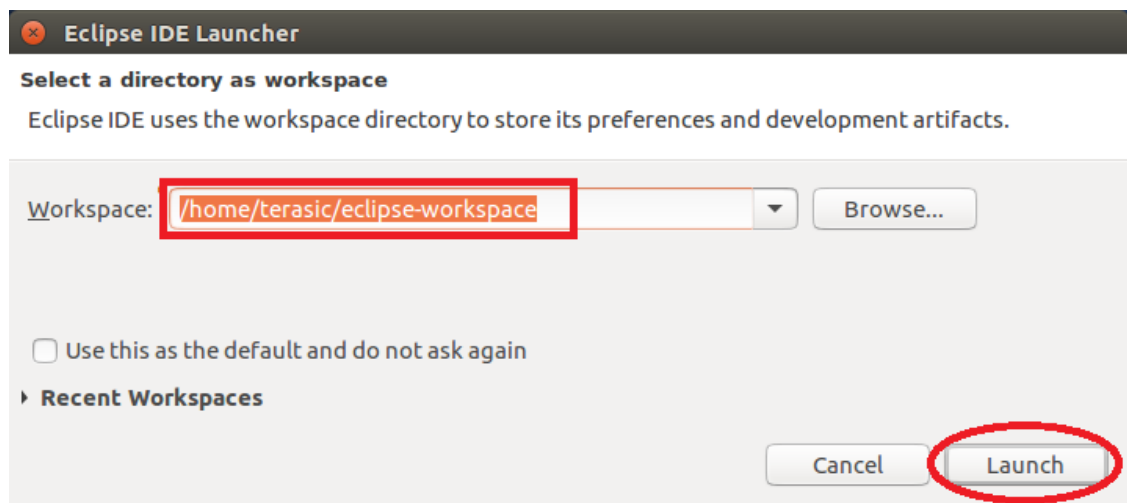

图4.2.3 设置 Workspace
3. 启动 Eclipse 后，弹出设置 Workspace 的对话框，如图 4.2.3 所示，默认为 home 下的 eclipse-workspace（可根据需要自行设置）。